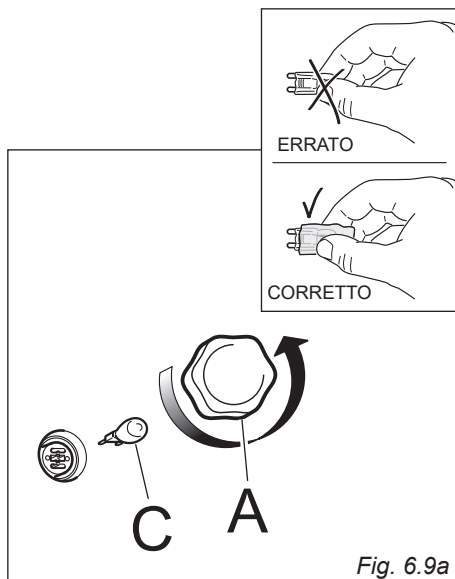

Fig. 6.9a
- Svitare la calotta protettiva "A" (fig. 6.9a).